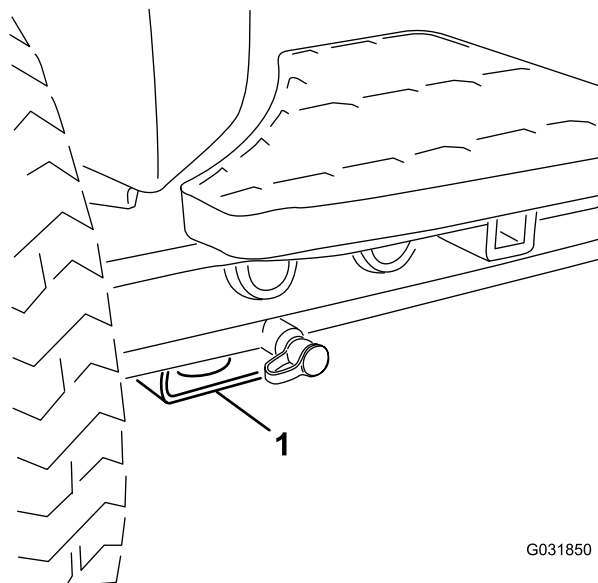

Рисунок 28
- **Передняя часть машины** — прямоугольная подкладка под трубой моста рядом с внутренней стороной каждого переднего колеса (Рисунок 28).